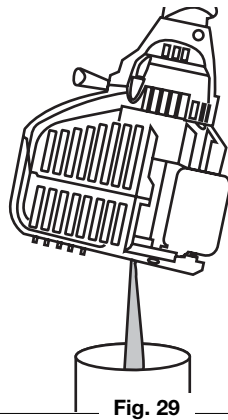

Fig. 29
3. Vierta el aceite fuera del orificio de llenado de aceite en un recipiente inclinando la unidad hasta una posición vertical (Fig. 29). Deje suficiente tiempo para completar el drenaje.